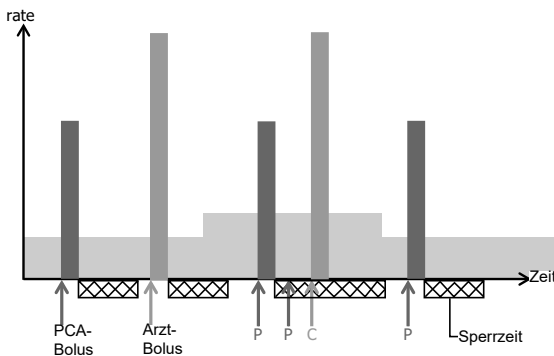

Abbildung 4.4: PCA-Bolus + variabler Rate-Modus
- PCA-Bolus + variable Raten, siehe Abbildung 4.4, Seite 27